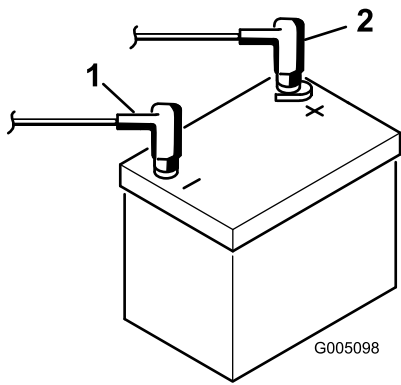

图7
8. 使用螺栓和螺母将正极（红色）接线连接到正极（+）电池端子、负极（黑色）接线连接到负极（-）电池端子（图7）。将橡皮套滑动到正极电池端子上，防止可能发生的短路情况。